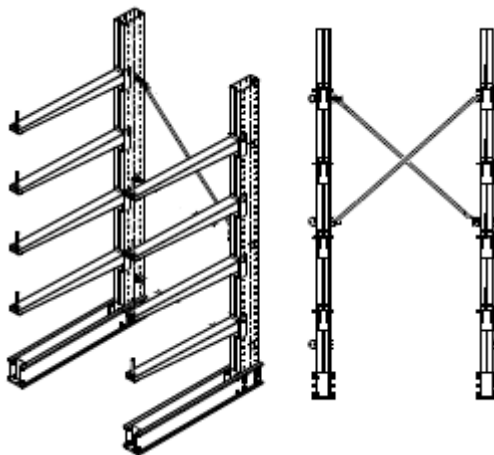

Рис. 5
5.5 Устанавливаем горизонтальные консоли (рис.5), которые крепятся к стойке с помощью 2-х комплектов болтов, гаек и шайб М8х110: